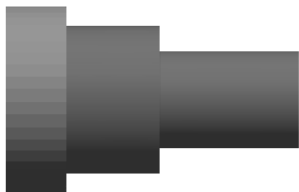

图 7-90 实体切削仿真（4）
- 单击对话框中的 View from last result 按钮，然后单击 Forward replay 按钮，显示实体切削仿真（4），如图 7-90 所示。